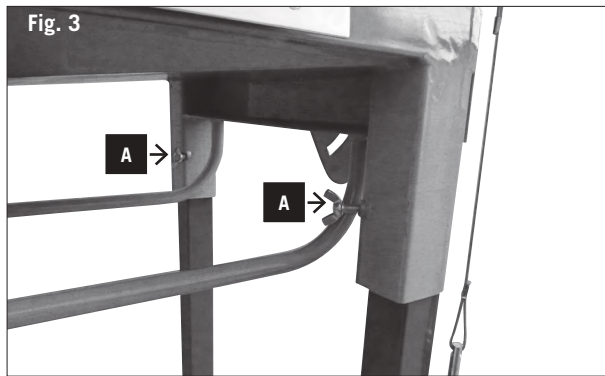

Fig. 3
- 2 Standfüße (3) in den Untergestellrahmen einführen und mit Flügelmuttern (A) sichern (Abb. 3).
- 2 Stojaki (3) wprowadzić do ram podstawy i zabezpieczyć nakrętkami motylkowymi (A) (Rys. 3).
- 2 Introduire les pieds (3) dans le cadre du châssis et les bloquer avec des écrous papillon (A) (Fig.3).